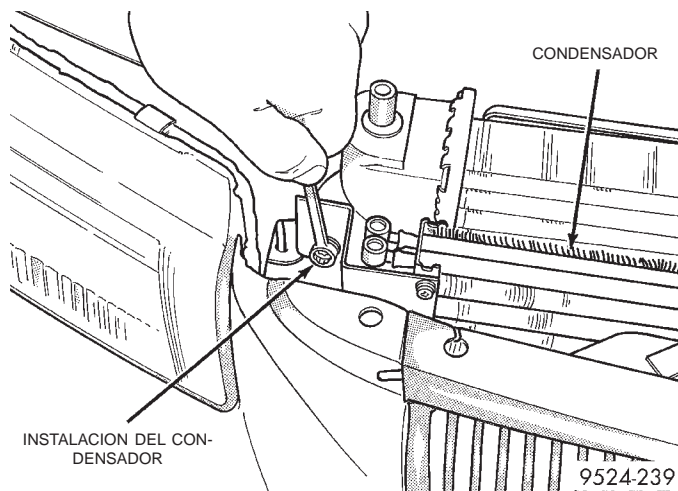

Fig. 26 Instalación del condensador
(8) Retire los pernos de instalación del condensador (Fig. 26).